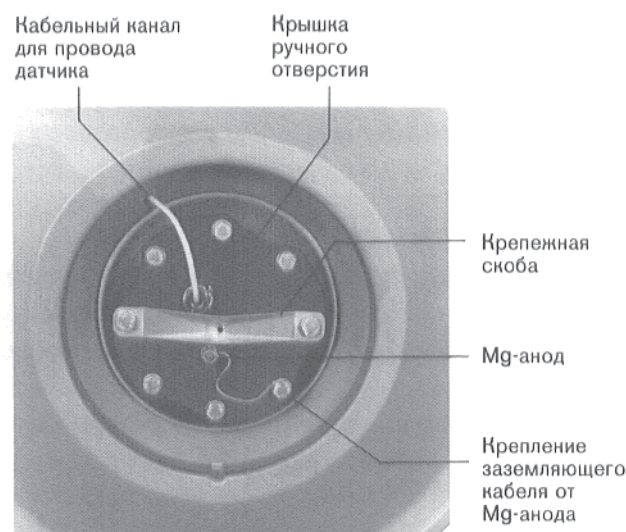

Рис. 7
2. Вывинтить шестигранные болты из крышки ручного отверстия, снять крышку ручного отверстия вместе с магниевым анодом и уплотнением (рис. 7).
7. Привинтить вручную крепежную скобу двумя шестигранными болтами, соответственно рис. 7.
8. Вложить ушко заземляющего кабеля и ввинтить остальные болты (рис. 7).